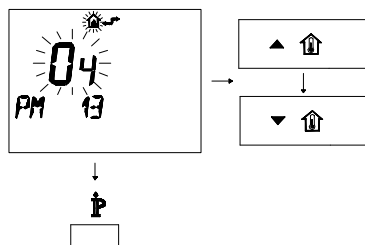

Figura 5.44
- Per modificare il SET programmato agire sui pulsanti ▲🏠 o ▼🏠 e aspettare che il numero programmato cominci a lampeggiare (Figura 5.44).